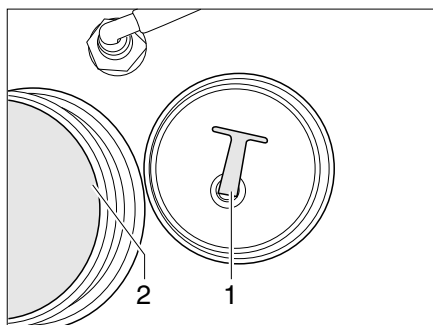

Fig. 139 Réservoir d'eau
- Dévisser le couvercle de fermeture (Fig. 139,2).
- Dévisser le couvercle de fermeture (Fig. 139,2) du réservoir d'eau.
- Dévisser le bouchon de fermeture (Fig. 139,1) de l'ouverture de vidange. L'eau s'écoule.